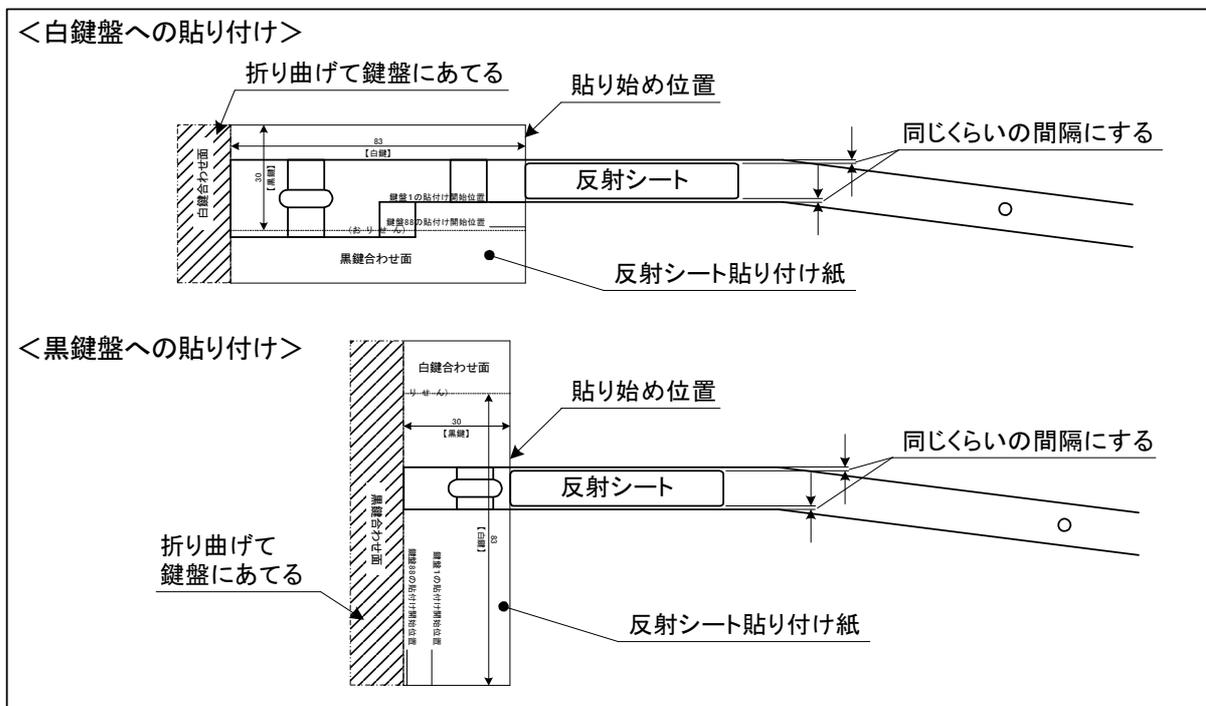
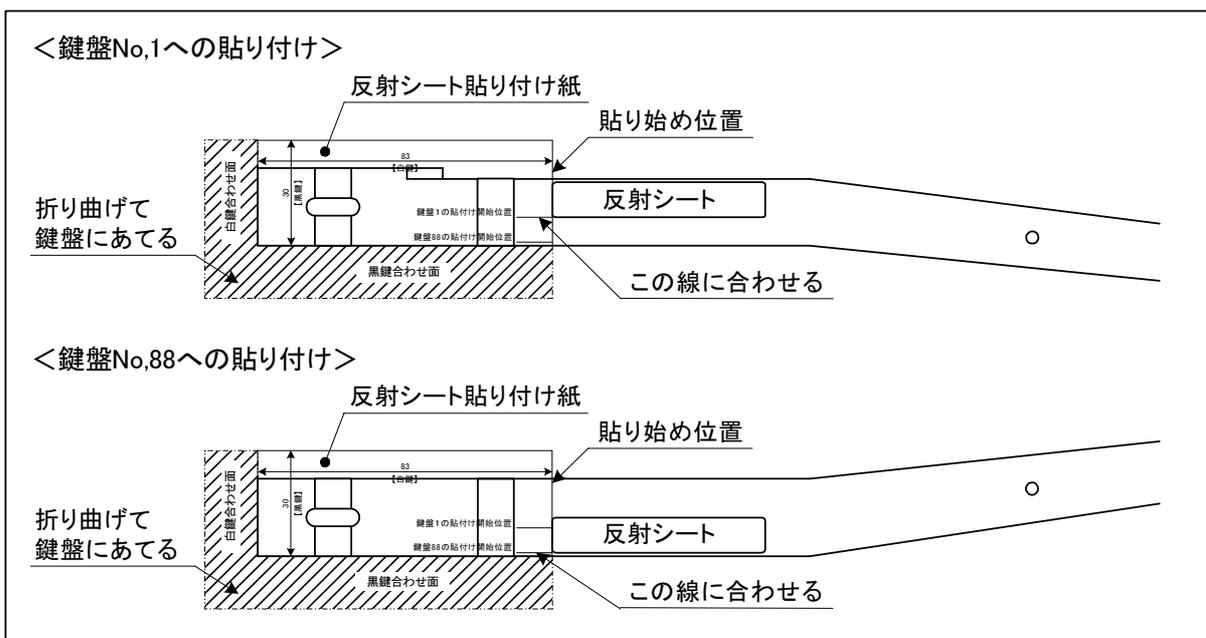

図3.4-7 反射シートの貼り付け
図3.4-8 白鍵No.1とNo.88への貼り付け
(7) 白鍵盤と黒鍵盤から1本ずつを選び、反射シート貼り付け紙を用いて、反射シートを貼り付ける。反射シート貼り付け紙の白鍵盤は【白鍵合わせ面】、黒鍵盤は【黒鍵合わせ面】をそれぞれに折り曲げ、鍵盤の先端部に当てて、各鍵盤用の間隔を取り貼り付ける。(図3.4-7を参照)尚、鍵盤No.1とNo.88は反射シートを貼る場所の幅が広がっているので、図3.4-8の様に、反射シート貼り付け紙の【白鍵合わせ面】と【黒鍵合わせ面】の両面を折り曲げ、鍵盤の先端部と側面部の両面に当てて、鍵盤先端からと側面の両方向から間隔を取って貼り付ける。
(8) 反射シートを貼り付けた鍵盤をピアノに取り付け、キーボードユニットのセンサーと反射シートの位置関係を確認する。反射シートの下にセンサーがある場合は、図3.4-7と図3.4-8の要領で全ての鍵盤に反射シートを貼り付ける。もし、センサーが外れている場合は、センサーに合わせて反射シートの位置を変えて貼り直し、残り全ての鍵盤も同じ位置に貼り付ける。